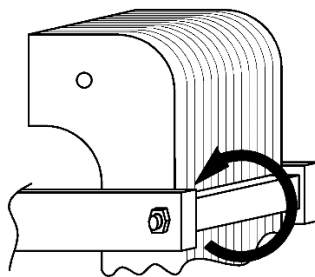

Рисунок 6. Регулировка растров эксцентриком
3.2.10. Если растворы не в норме, то производится их регулировка путем поворота эксцентричного бруска упора якоря (рис.6).